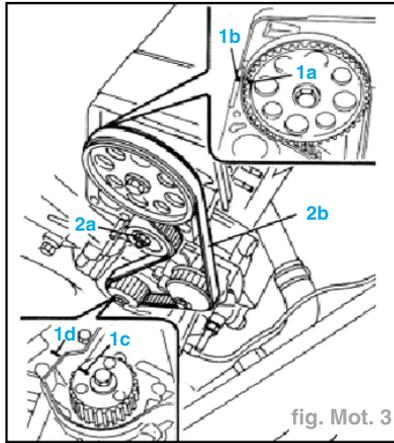

fig. Mot. 3
- Pivoter le vilebrequin en amenant l'encoche frappée sur la poulie entraînée (1a) en face de celle située sur la culasse (1b) et l'encoche sur la poulie d'entraînement (1c) en face du repère (1d) sur le corps de la pompe à huile (fig. Mot. 3).
- Contrôler le calage en vérifiant que l'encoche situé sur la poulie entraînée (1a) coïncide avec celle située sur la culasse (1b) et que l'encoche sur la poulie d'entraînement (1c) coïncide avec le repère (1d) sur le corps de la pompe à huile (fig. Mot. 3).